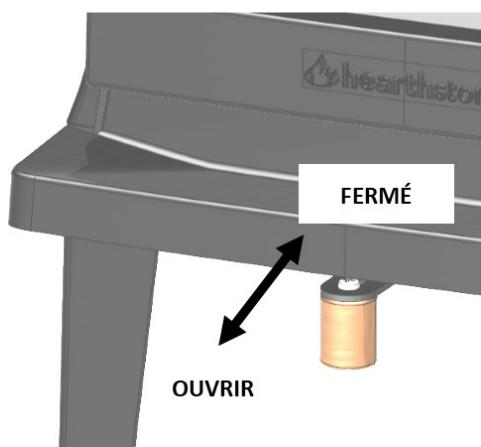

FIG. 5
La position intermédiaire est en général la meilleure mais elle dépend cependant de la qualité et du tirage de la cheminée installée et du type de combustible employé (bois durs ou tendres) (Fig. 5).
1. Ouvrez complètement la ou les arrivées d'air de l'appareil. (Fig. 5)